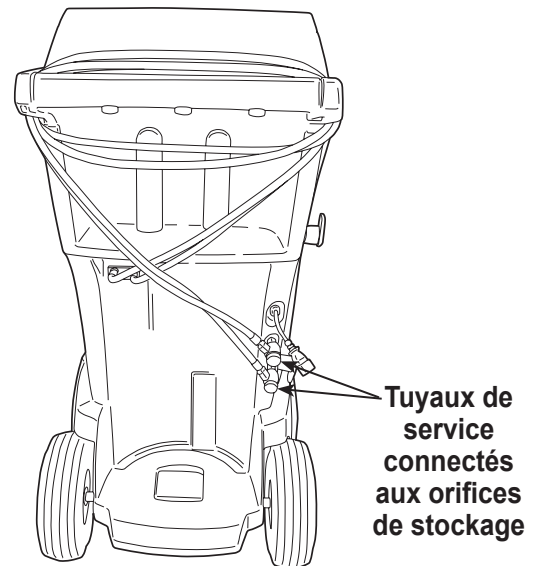

Figure 2
2. Quand vous y êtes invité, connectez les tuyaux de service de la machine à leurs orifices de stockage, comme indiqué sur la Figure 2. Sélectionnez **▶▶** pour continuer.